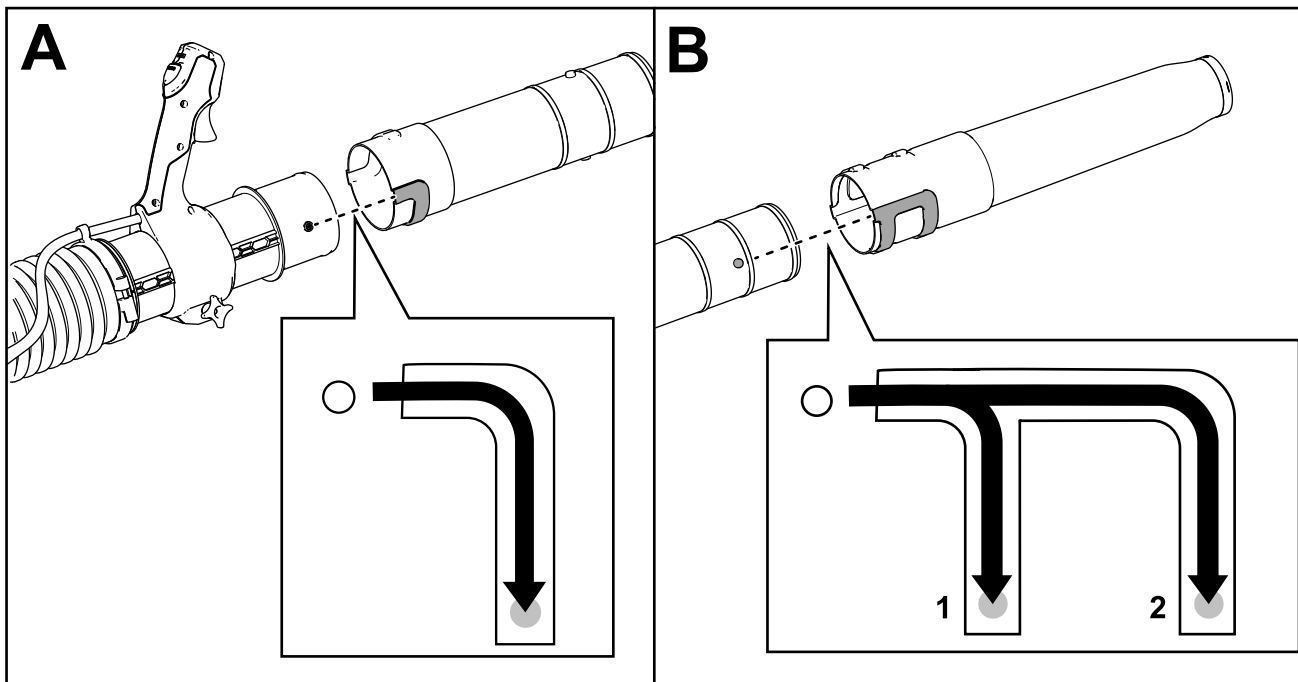

Figura 3
1. Deslize os canais da secção intermédia do tubo do soprador sobre os postes do cilindro do tubo do soprador e rode a secção intermédia para a fixar (A de Figura 3).
2. Deslize os canais da secção do bocal sobre os postes da secção central e rode o bocal para o fixar (B de Figura 3).